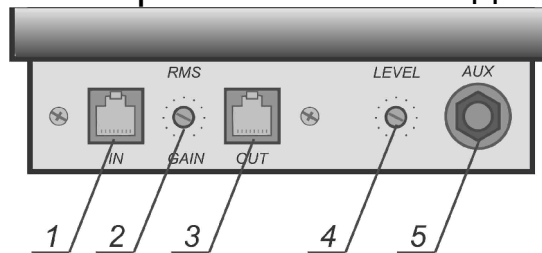

Рисунок 22
9.12 Розміщення роз'ємів та гнізд на задній панелі пульта мікрофонного віддаленого та їх призначення наведено на рис. 22.